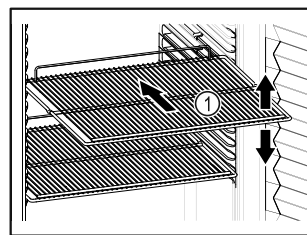

Fig. 29
- ❑ Ha a tároló rácsok Fig. 29 (1) áthelyezhetőek, akkor igazítsa be őket a kívánt magasságnak megfelelően.